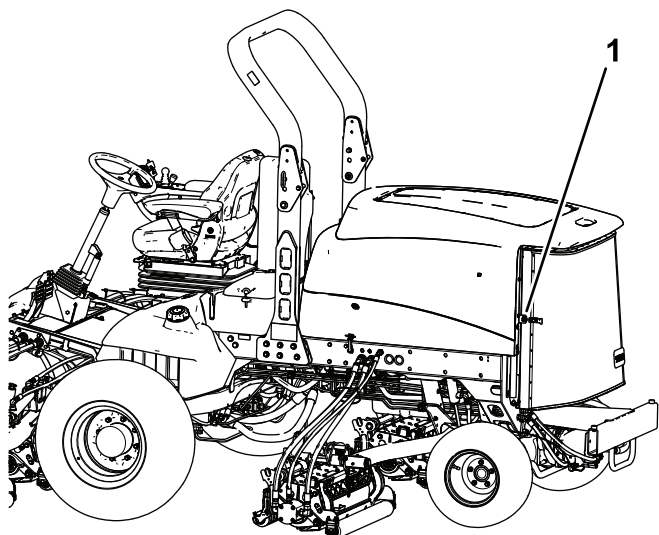

図 75
2. 後部スクリーンのラッチを外してスクリーンを開く【図 75】。